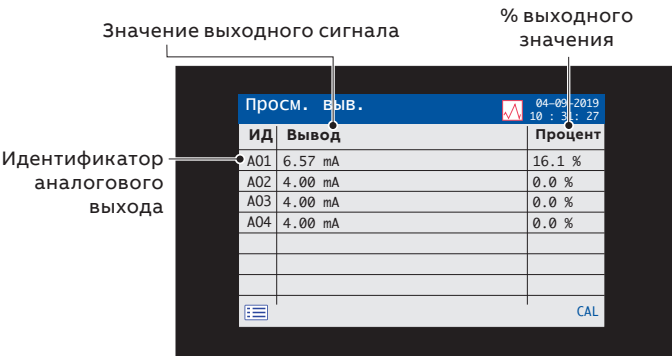

Рис. 11 Просм. выв.
- Просм. выв.: отображается список аналоговых выходов, значения выходов и значения в процентах – см. Рис. 11.